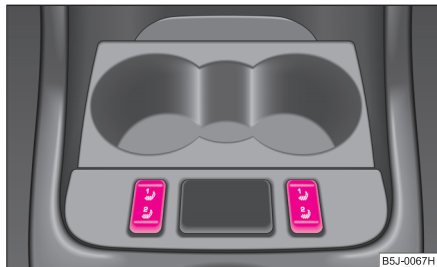

Fig. 51 Comutator basculant: Încălzirea scaunelor față
- Apăsând comutatorul basculant în poziția ① sau ②, porniți încălzirea scaunelor din față pe 25 % sau 100 % din capacitatea totală ⇒ fig. 51.